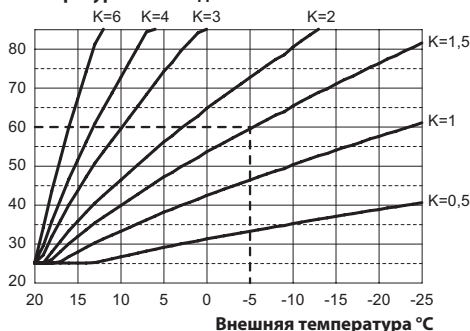
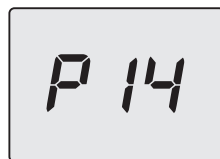

Рисунок 5.32
Рисунок 5.38
Если к котлу **ПОДСОЕДИНЕН** пульт дистанционного управления (опция), см. Рисунок 5.32. В этом случае настройка коэффициента K производится дистанционно.
Коэффициент K - параметр, повышающий или уменьшающий температуру на нагнетании котла при изменении внешней температуры. При подключении внешнего датчика с целью оптимизации температуры на нагнетании, данный параметр необходимо настроить с учетом производительности системы (Рисунок 5.32).
Например для обеспечения температуры нагнетания системы отопления 60 °C при внешней температуре -5 °C, необходимо установить коэффициент K на 1,5 (пунктирная линия, см. Рисунок 5.32).
- Используя кнопки 13 или 15, можно изменить значение параметра 14 с минимума **00** до максимума **60** в зависимости от выбранной кривой коэффициента К на Рисунок 5.32 (считанное на дисплее значение, на Рисунок 5.38, соответствует $K = 1,5$).